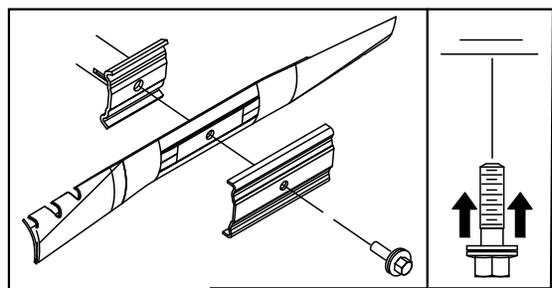

Figura 52
3. Utilice un bloque de madera para inmovilizar la cuchilla (Figura 52).
4. Retire la cuchilla, conservando todos los herrajes de montaje (Figura 52).
5. Instale la cuchilla nueva y todos los herrajes de montaje (Figura 52).